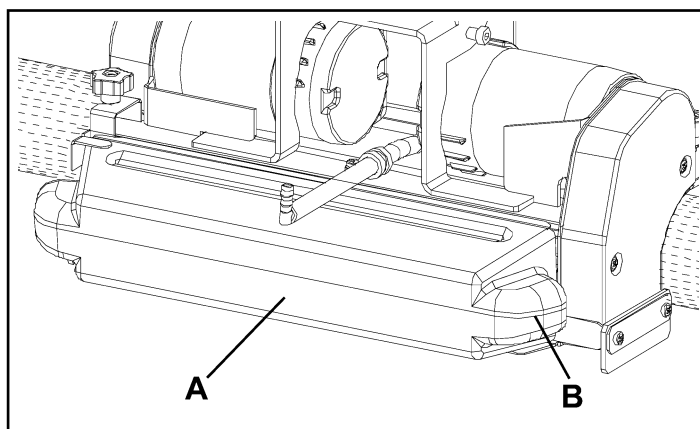

Figure 29
4. Sur la tête porte-brosses cylindriques, déposer le conteneur déchets (A, Fig. 29) en le tirant latéralement à l'aide de la poignée (B).
- Vider et laver le conteneur (A), puis l'installer en engageant les dispositifs de retenue internes.
2. Tourner la clé de contact (A, Fig. 29) sur "0".